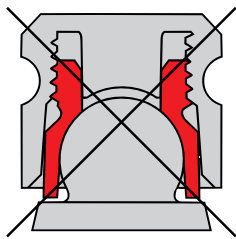

Fig. 5
**Vigtigt:** Lamelindsatsen må ikke stikke ud af matricehuset (Fig. 5).